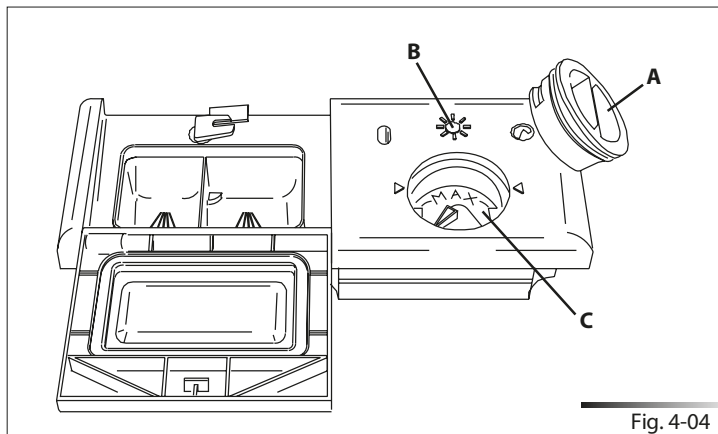

Fig. 4-04
- Pour accéder au réglage du doseur, il faut tourner le bouchon du réservoir (réf. A fig. 4-04) du réservoir de $\frac{1}{4}$ de tour dans le sens inverse des aiguilles d'une montre et l'enlever.
- Remettre le bouchon (réf. A fig. 4-04) et le visser dans le sens des aiguilles d'une montre jusqu'à le fermer complètement.